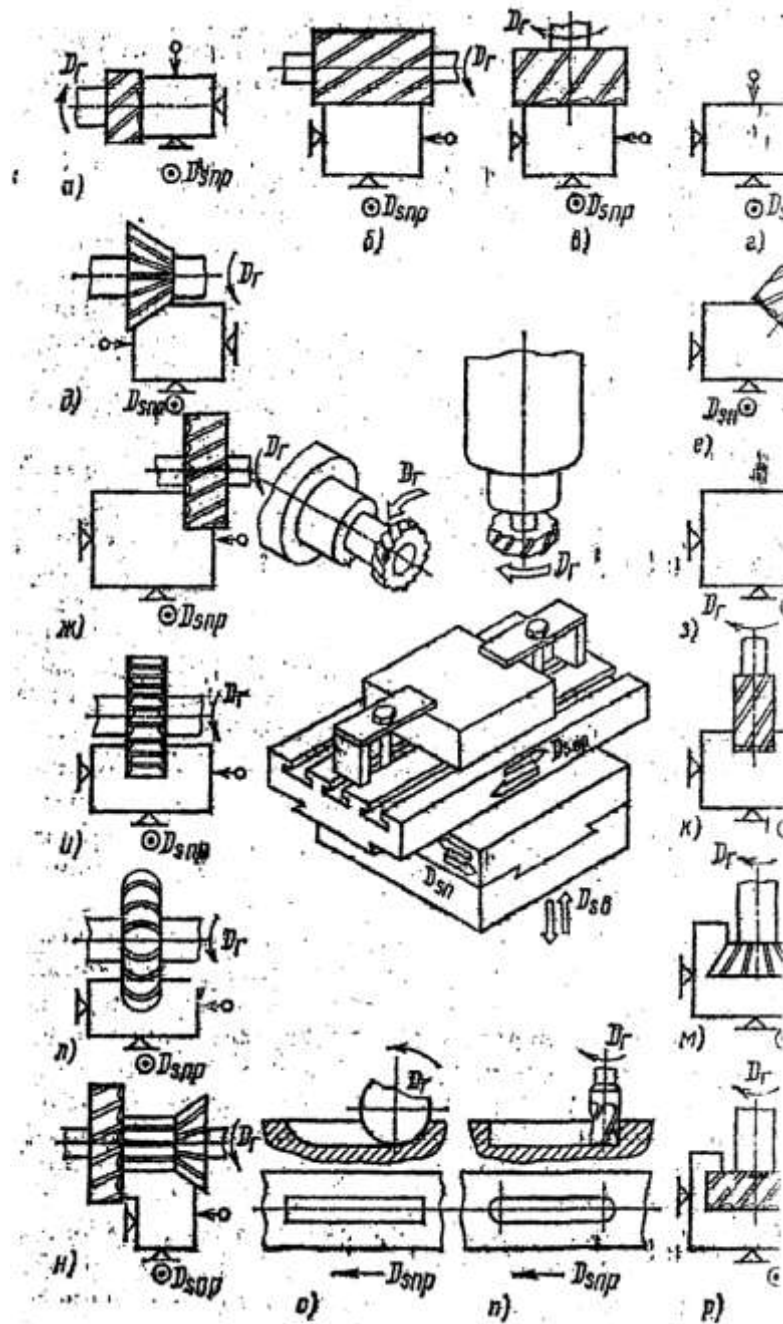

Рис. 3. Схемы обработки поверхностей на универсальных станках
5. Назовите схемы обработки заготовок на фрезерных станках и применяемый инструмент, представленные на рис. 3.